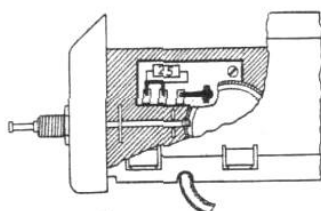

Abb. 11
2. Heizkreis im Empfängerteil nach Abb. 11 bzw. 12 schalten.